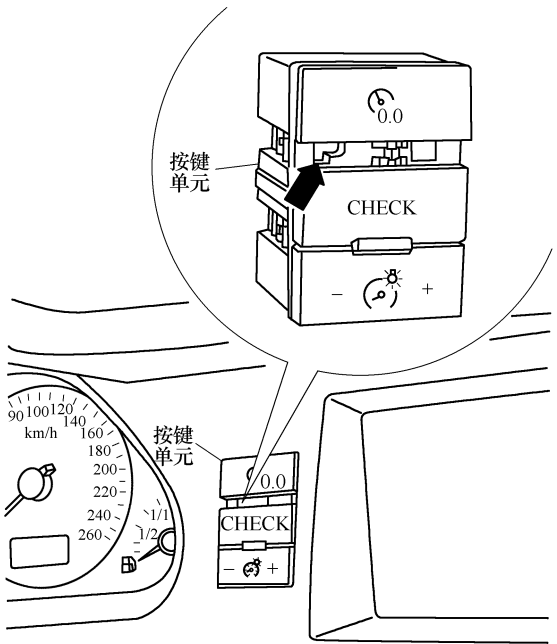

图 9-2-6 从组合仪表挡板中拉出按键单元
(14) 如图 9-2-6 中箭头所示，将钩子 3438 挂入按键单元上的开口。将按键单元从组合仪表挡板中拉出，脱开电气插接器。